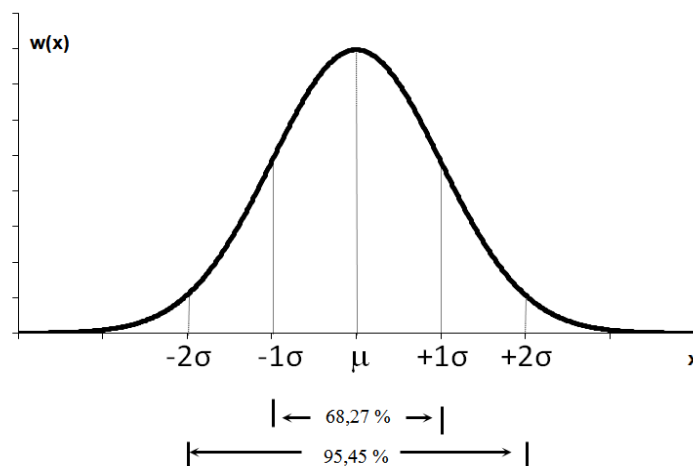

Bild 2: Wahrscheinlichkeitsverteilung $w(x)$ der Normalverteilung, auch bekannt als Gaußsche Glockenkurve.
- 1) Wenn die empirischen Mittelwerte $\bar{x}_1, \bar{x}_2, \bar{x}_3 \dots$ in einem Histogramm dargestellt werden, bilden sie eine Normalverteilung (Bild 2).
Das durch $(\bar{x} \pm \Delta\bar{x})$ gegebene Intervall schließt mit einer Wahrscheinlichkeit von $p \approx 68\%$ den wahren Wert μ ein (vgl. Bild 2). Das Symbol p wird als „statistische Sicherheit“ bezeichnet und das entsprechende Intervall als „Vertrauensbereich“. Eine Verdoppelung der Intervallbreite, also $(\bar{x} \pm 2\Delta\bar{x})$ entspräche einer statistischen Sicherheit von ca. 95%, eine Verdreifung ca. 99% usw.